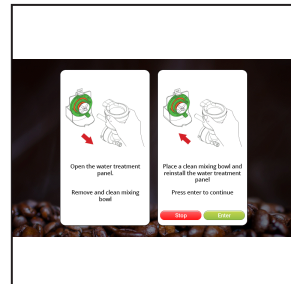

Fig. 6
5. Displayet vil vise **SETT INN EN REN BLANDESKÅL, TRYKK ENTER FOR Å BEKREFTE**. Trykk på ENTER. (Se fig. 6).